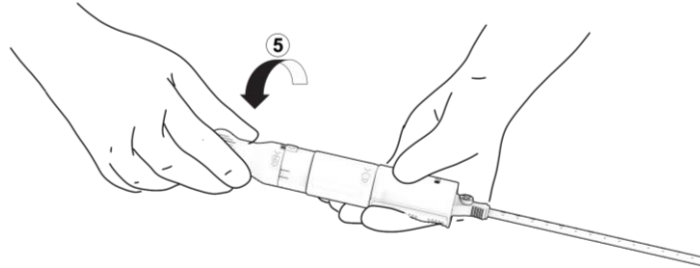

Afbeelding 15. De nokvergrendeling ontgrendelen.
- Zoek de nokvergrendeling (gemarkeerd met '4') en druk deze groene knop volledig in. Afbeelding 15. Zorg dat deze knop volledig is ingedrukt voordat u verder gaat met stap 5.